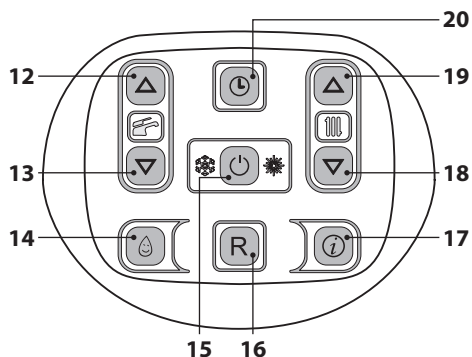
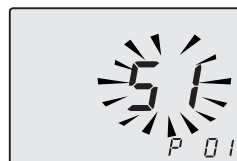

Figura 5.30
Figura 5.31
- Entrare in "modalità programmazione" premendo contemporaneamente per 10 secondi i tasti 15 - 18 - 19 (Figura 5.30) fino a far apparire sul display LCD le lettere **P01** e il valore del parametro, indicanti l'entrata nel "parametro 01" (Figura 5.31).
- Scorrere i vari parametri utilizzando i tasti 18 o 19 (Figura 5.30) fino a far apparire sul display LCD le lettere **P08** e valore del parametro, indicanti l'entrata nel "parametro 08" (Figura 5.32).
- Premendo il tasto 15 (Figura 5.30) si ottiene la conferma del valore inserito.